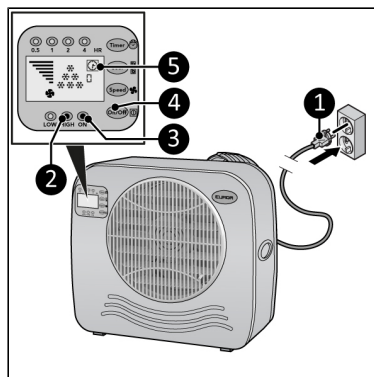

Figura 76.
2. Inserire la spina (Figura 76, pos. 1) in una presa di corrente a muro dotata di messa a terra e facilmente accessibile. Usare una presa di corrente a muro con messa a terra e con una potenza minima di 460 Watt.
- Premere il pulsante ON/OFF (Figura 76, pos 4), l'indicatore di alimentazione (Figura 76, pos. 3) e l'indicatore "high" (Figura 76, pos. 2) si accenderanno. Sul display verrà mostrato l'indicatore dell'orario e 6 indicatori di raffreddamento (Figura 76, pos. 5). Il dispositivo ora funziona ad alta capacità.